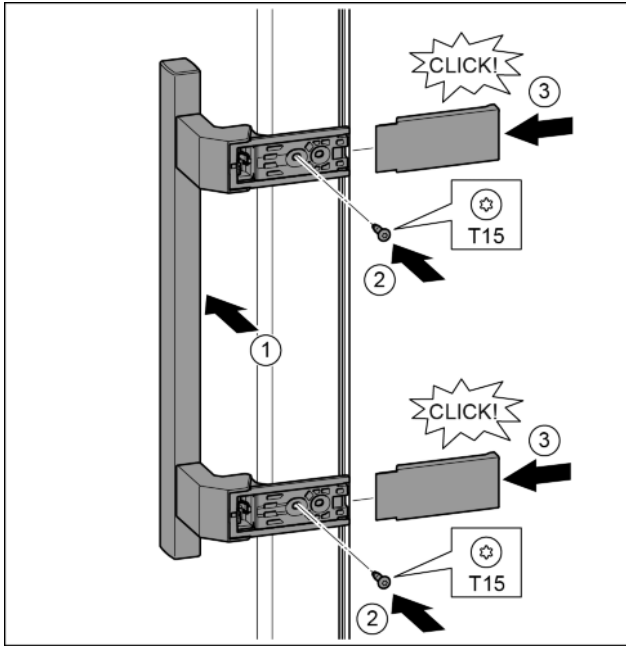

Fig. 19
- ▶ Встановіть ручку з протилежного боку. Fig. 19 (1)
- ▶ Закрутіть гвинти за допомогою викрутки T15. Fig. 19 (2)
- ▶ Встановіть кришки з боків та вставте їх. Fig. 19 (3)